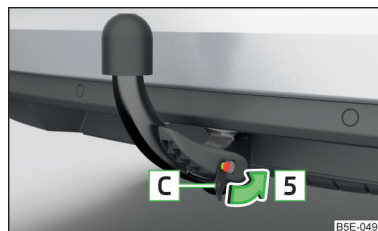

Fig. 303 Colocar la tapa sobre la cerradura
- Colocar e introducir la tapa **C** en la cerradura en el sentido de la flecha **5** » fig. 303.